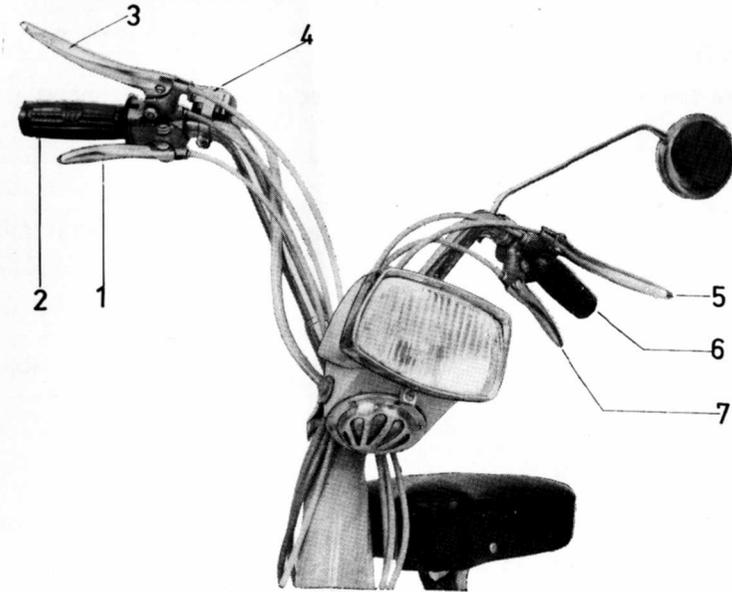

Fig. 3.—Mandos sobre el manillar.
En la fig. 3 se indican los mandos y dispositivos situados sobre el manillar, según se expone a continuación:
- Carburador, provisto de starter, cuyo mando está situado en la parte inferior izquierda del manillar (fig. 3, núm. 7).